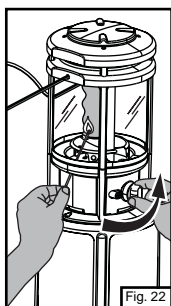

Fig. 22
- ⇒ Introduisez une allumette enflammée par le trou d'allumage, approchez-la du manchon et ouvrez le bouton de commande en grand. (Fig. 22)